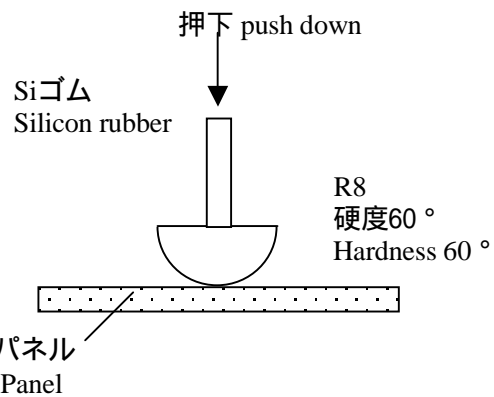

Fig.2 指入力 by finger
- ・ゴム先端 Shape of rubber tip : R8 硬度 Hardness 60° (構成は図2による Refer Fig.2)